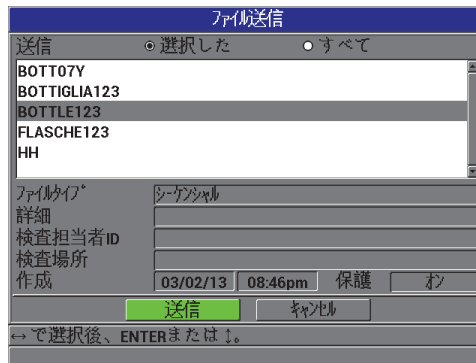

図 8-4 ファイル送信画面
3. ファイル送信画面（138 ページ図 8-4 参照）で：